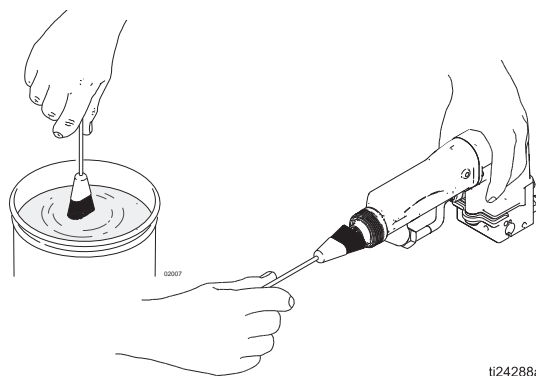

FIG. 17. Czyszczenie przedniej części pistoletu
3. Zdjąć pierścień ustalający (24) i zespół osłonki powietrznej/ osłonę końcówki (25), dyszę natryskową (3) oraz osłonę pistoletu (26). Patrz strona 39.
4. Zanurzyć końcówkę miękkiej szczoteczki w kompatybilnym rozpuszczalniku. Za pomocą szczoteczki należy wyczyścić przednią część pistoletu. Nie dopuścić, aby rozpuszczalnik dostał się do przewodów powietrznych. Jeśli tylko to możliwe, podczas czyszczenia pistolet należy skierować w dół. Patrz FIGURE 17